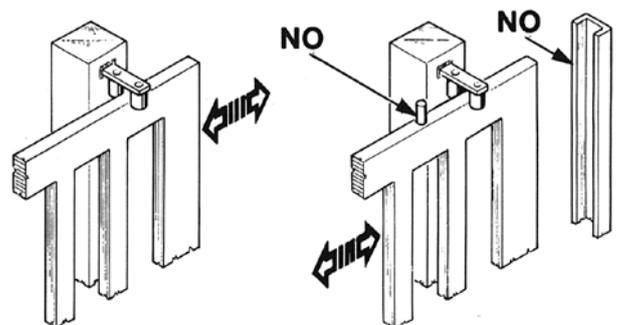

Abb. 3
Die Torsäulen müssen oben Vorrichtungen gegen ein Entgleisen besitzen (Abb. 3), um unfreiwilliges Aushaken zu vermeiden.
**ANMERKUNG:** Die in Abb. 3 beschriebenen mechanischen Anschläge entfernen. Es dürfen keine mechanischen Anschläge über dem Tor vorhanden sein, da diese nicht ausreichend sicher sind.